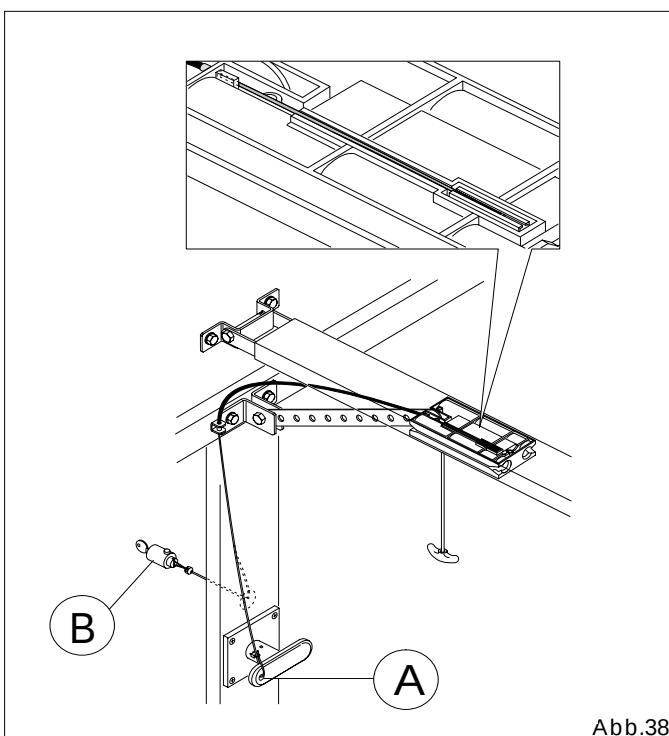

Abb.38
- mit Griff (Abb.38 Bez. A)
- mit Schlüssel (Abb.38 Bez.B).